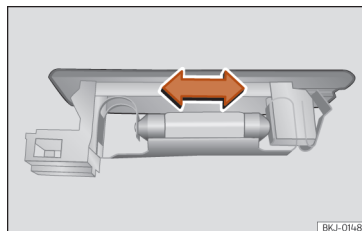

Fig. 177 Luz da bagageira.
- Pressione a lâmpada lateralmente e retire-a do alojamento »» Fig. 177.